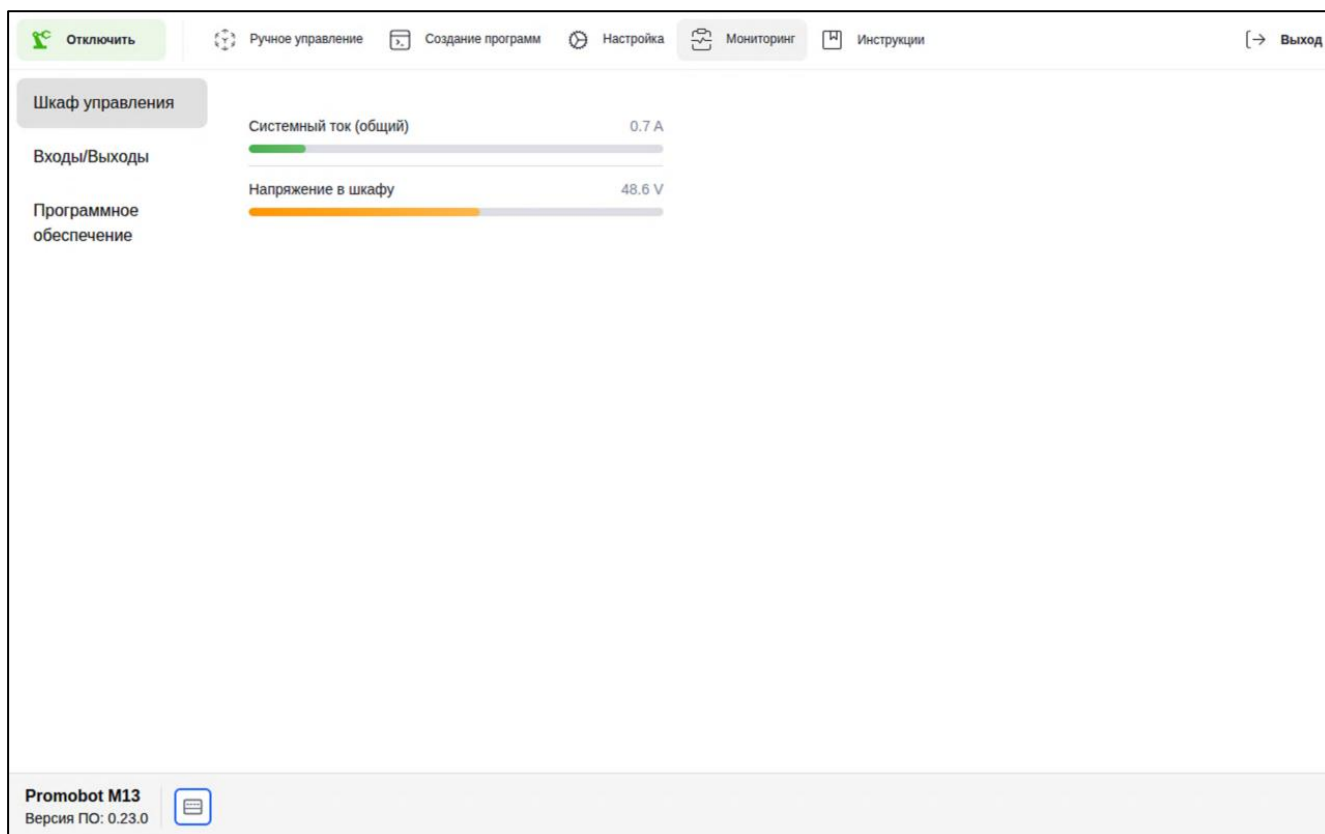

Рисунок II-60 – Раздел «Шкаф управления»
3. Раздел «Шкаф управления» (см. Рисунок II-60) – отображает значения системного тока и напряжения в шкафу.